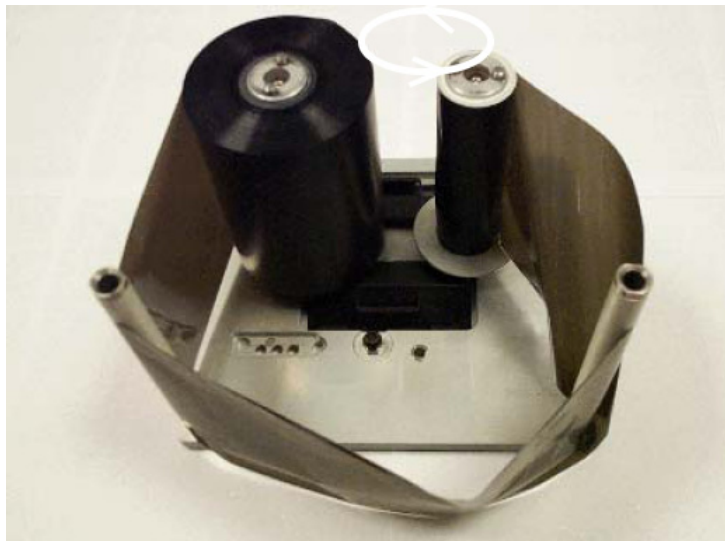

Рис. 5-13: Место прохождения ленты ленточной бобины
- 8 Полностью насадите пустую бобину на держатель с серебряным диском (Рис. 5-13).